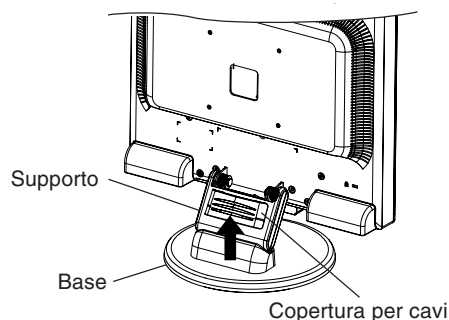

Figura A.4
3. Rimuovere la copertura cavi (**Figura A.4**).